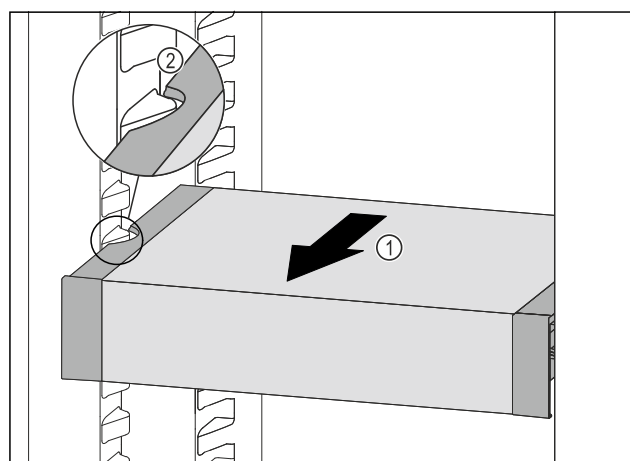

Fig. 128
- ▶ VarioSafe dras framåt Fig. 128 (1) tills sidofördjupningarna på VarioSafe är i samma nivå som behållarlisterna i kyldelen. Fig. 128 (2)